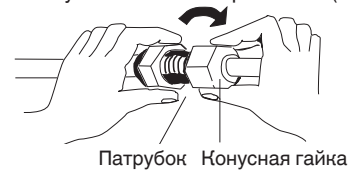

Рис. 5-5
- Для выполнения надлежащего соединения установите трубу с патрубком и коническую трубу прямо друг напротив друга, затем сначала плотно закрутите конусную гайку, чтобы получить точное сопряжение. (Рис. 5-5)